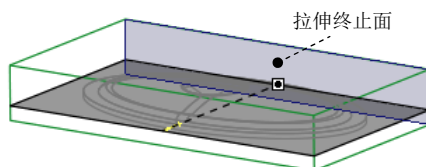

图 21.33 选取拉伸终止面
② 将模型调整到图 21.33 所示的视图方位，选取图中所示的坯料表面为拉伸终止面。
③ 在“拉伸”操控板中单击按钮，完成特征的创建。